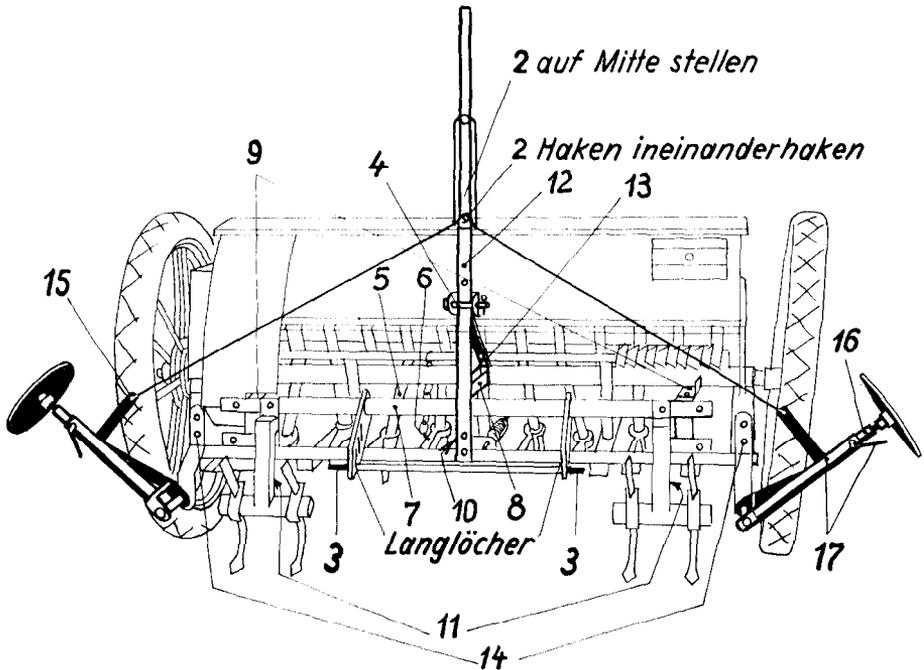

Abb. 32 Schlepper-Anbau-Drillmaschine D 3 K
1. Schaltseile für Spuranzeiger an den Halterohren (Abb. 32 Nr. 17) lösen und am Kipphebel (Abb. 32 Nr. 12) befestigen, dadurch kann der Kipphebel an der Maschine verbleiben.
2. Die Schlepperdeichsel mit den bereits daran montierten Schallhebeln für Schare und Spuranzeiger auf U-Schiene (Abb. 32 Nr. 8) mit 2 Schrauben anbringen. Die beiden Deichselstreben Abb. 4 Nr. 4 (nur für Maschinen ab 2 m Arbeitsbreite) in die beiden Löcher am Rahmenrohr einhängen und durch Splinte sichern, dann die beiden anderen Enden an der Schlepperdeichsel anschrauben.
3. Die an der Schlepperdeichsel befindlichen Schaltseile für Spuranzeiger in die Halterohre (Abb. 32 Nr. 17) einhängen.